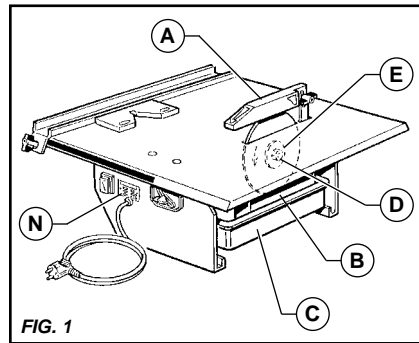

FIG. 1
- Accertarsi che la tensione della rete corrisponda alla tensione di alimentazione della macchina **N** [FIG. 1].